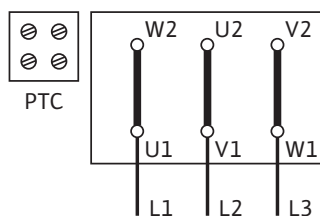

Fig. 45: Arranque Y-Δ (estándar)
En la caja de bornes encontrará el esquema de la conexión eléctrica (véase también la Fig. 45/46).
- La alimentación eléctrica del tablero de bornes depende de la potencia del motor P_2 , de la tensión de red y del tipo de arranque. En el siguiente listado "Tab. 4: Asignación de los bornes de conexión" en la página 18 y en la Fig. 45/46 podrá consultar la conmutación necesaria para las clavijas de conexión de la caja de bornes.
| Arranque Y-Δ (estándar) | Retire las clavijas de conexión (Fig. 45) |